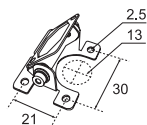

Рис. 2
3. Рассверлите отверстие диаметром 13 мм в месте монтажа камеры, как показано на рис. 2.